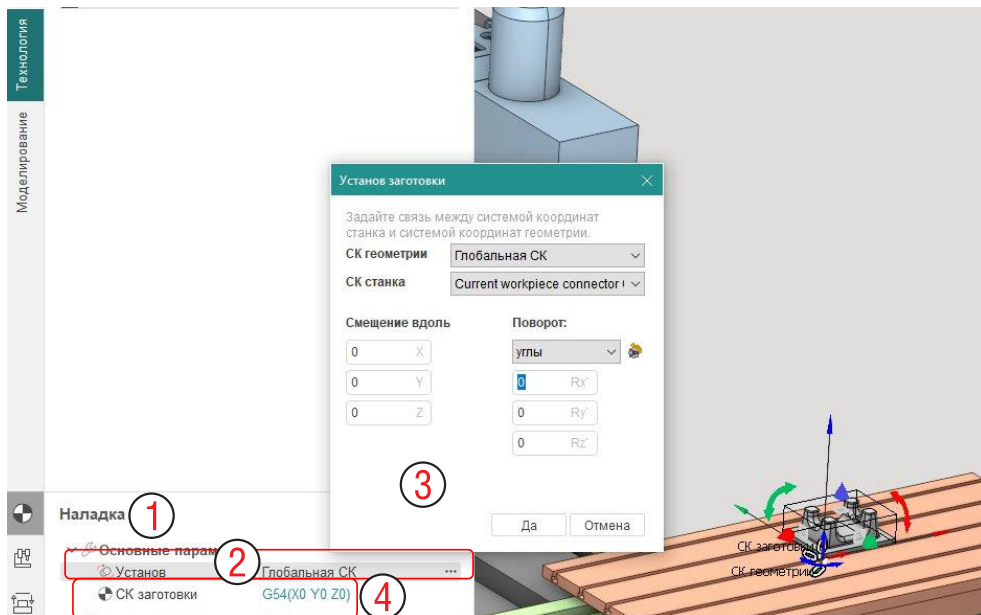

Рис. 1-12. Установ заготовки с использованием интерактивных маркеров.
Для этого перейдите в режим Технология и на вкладке Наладка (1, рис. 1-12) нажмите на параметр Установ, чтобы справа появились три точки (2). Нажмите на них – появится новое диалоговое окно (3), где можно задать значения для перемещений по осям и поворотов вокруг их. В графическом окне появятся изображения маркеров, которыми можно перепозиционировать деталь динамически.